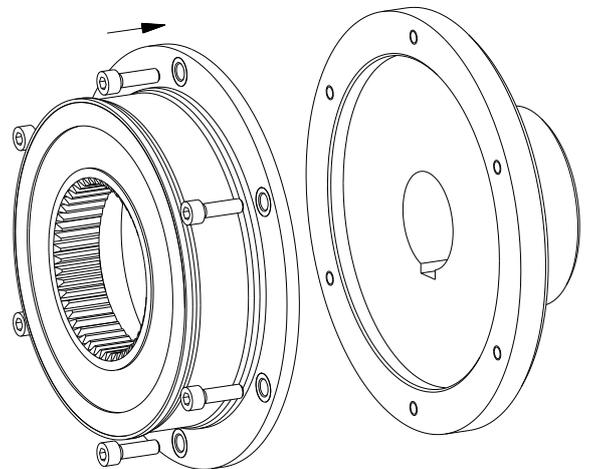

Bild 15: Montage des Elastomerteils an die Flanschnabe bzw. den Kupplungsflansch (Beispiel: Bauart HEW1)
- Setzen Sie das Elastomerteil (Bauteil 1) vor die Flanschnabe bzw. den Kupplungsflansch (siehe Bild 15).